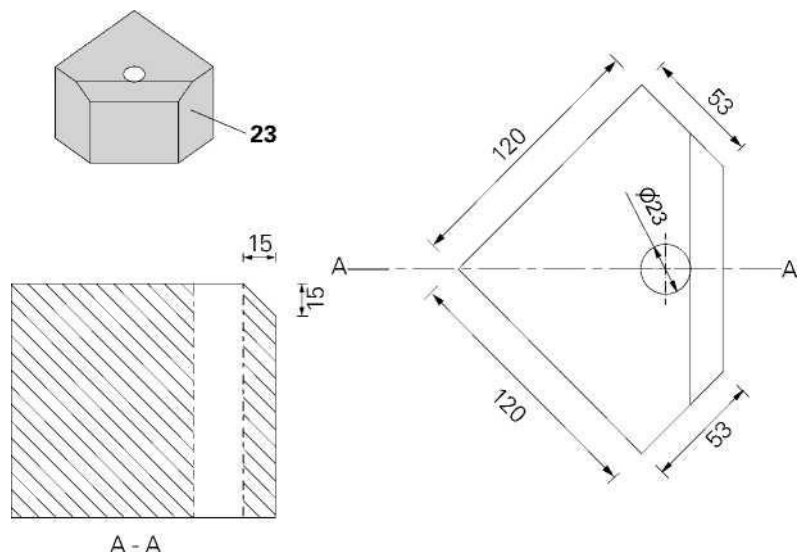

Fig. A6.16
2. Preparar um bloco de madeira (23) conforme a dimensão à vista. Altura da madeira  $H$  (in mm) = 120 - espessura do contraplacado (Fig. A6.16)
2. Preparar um bloco de madeira (23) de acordo com a dimensão indicada onde altura da madeira (H = 120 - espessura do contraplacado). (Fig. A6.16)